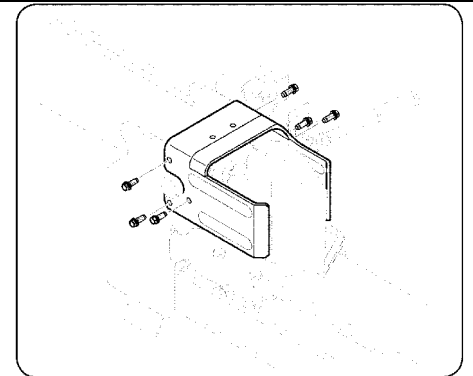

Рис. 6
15. Поднимите и перемещайте цилиндр в верхнюю часть направляющей станины и в сварочные кронштейны. См. Рисунок 6.